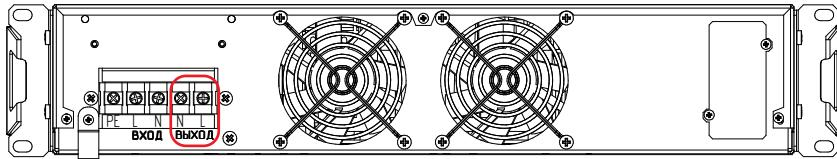

Рисунок 27. Стабилизатор Штиль IS5000RT. Выводы «Выход N-L»
- у моделей IS5000RT и IS7000RT к выводам «Выход N-L» (**рисунок 27** и **28**);